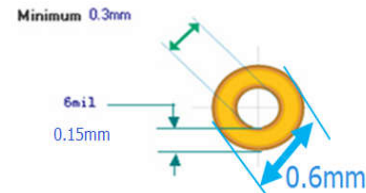

图 9
4) 单边孔环, 单边孔环如图 9 所示, 设计一定要考虑到生产, 如果孔环过小, 生产中就会加工不出来, 目前行业内加工能力最强的单边孔环为 0.08mm, 相当于 3.2mil。嘉立创目前接受的单边焊环为 6mil (0.15mm)。(后续制程工艺有变化, 请留意嘉立创官方网站 www.sz-jlc.com)
5) 孔的外径=孔径+单边孔环 x2, 如孔径是 0.3mm 而单边焊环是 0.15mm(6mil), 则外径=0.3+0.15x2=0.6mm, 如图 9 所示。